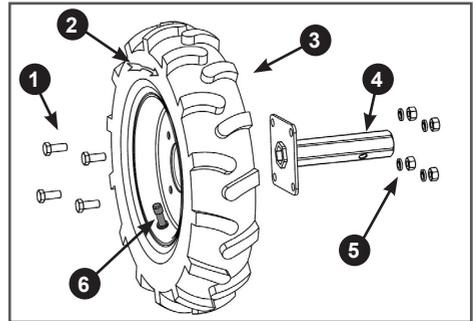

Рис. 5. Сборка колес и осей
2. Определите какое колесо правое, а какое левое. Направление вращения колеса указано стрелкой на боковине покрышки. После сборки колёс с осями вентили камер должны быть расположены на противоположных от осей сторонах колёс (Рис. 5).